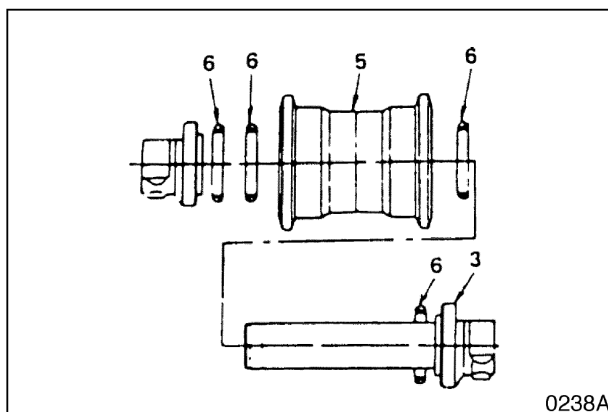

Рис. 35
4. Вставьте уплотнения (6, рис. 35) в каток (5) и манжету (3).